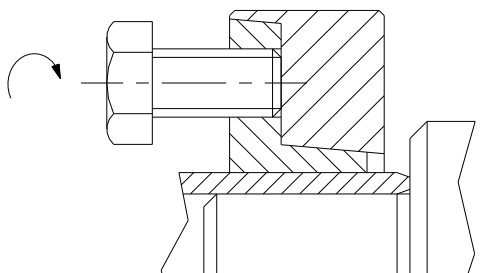

Bild 9: Sortir la frette de serrage KTR 620
- Placer les vis dans les filets de démontage de la bague intérieure (repère 2) (voir figure 9). Nombre de vis z1 et taille de filet M1 selon Tableau 1.